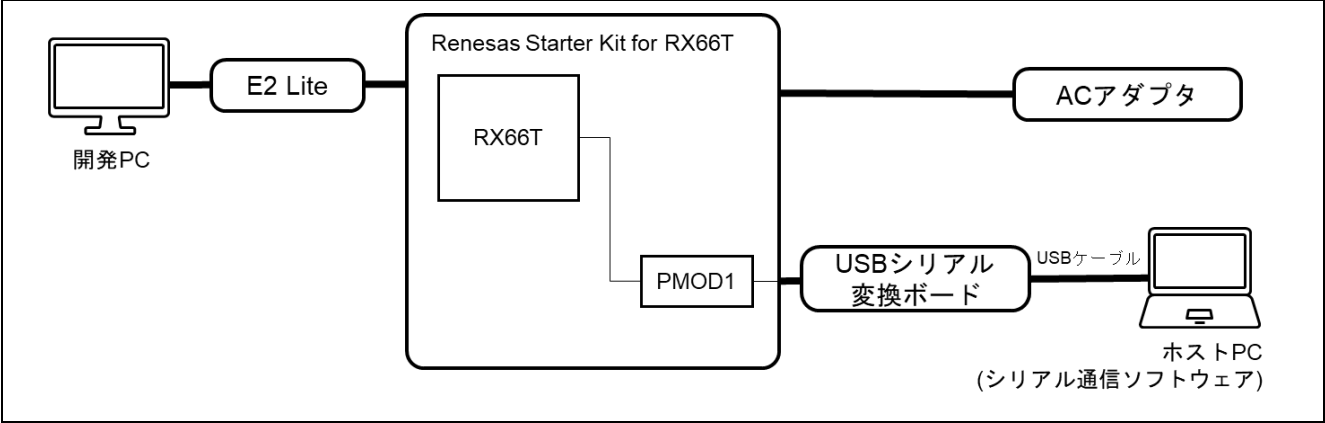

図 4-6 RSK RX66T 機器接続図
1. 「図 4-6 RSK RX66T 機器接続図」の様に PC の USB ポート、USB シリアル変換ボード、RSK ボードの PMOD1 を接続してください。
1. 「図 4-6 RSK RX66T 機器接続図」の様に PC の USB ポート, USB シリアル変換ボード, RSK ボードの PMOD1 を接続してください。